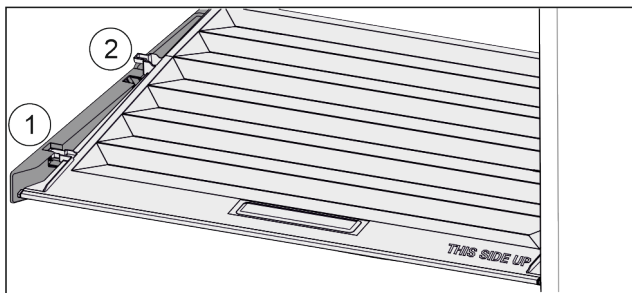

Fig. 53
- ▶ Кришку до отвору в деталях для підтримки потягнути вперед Fig. 53 (1).
- ▶ Підняти ззаду знизу та вийняти Fig. 53 (2) вгору.